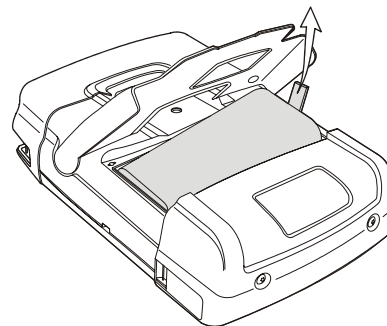

Рис. 44. Снятие аккумулятора
5. Приподнимите аккумулятор за одну сторону и извлеките его (Рис. 44)